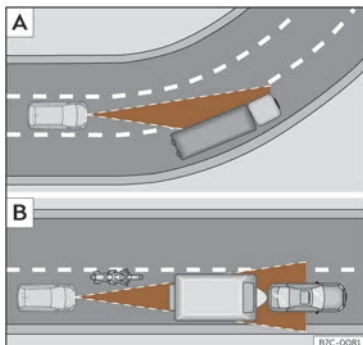

Fig. 112 [A] Vehículo nunha curva. [B] Motociclista circulando por diante fóra do radio de acción do sensor de radar.
O ACC podería non detectar en curva o vehículo precedente ou podería regular a distancia con vehículos que se atopan noutros carrís >>> **fig. 112 [A]**.
- Vehículos que circulen sen aliñación ou fóra da zona de detección do sensor, por exemplo, motocicletas >>> **fig. 112 [B]**.